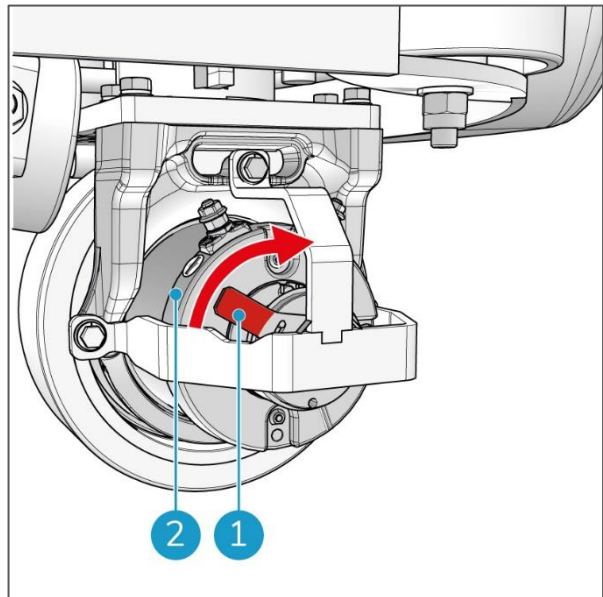

Figura 8
El freno electromagnético (Figura 8, pos. 2) está integrado en la rueda delantera. Mantiene la i-drive® en modo de freno cuando está en modo "OFF" o en modo "ON", pero permanece estática (cuando el pie no está en el pedal del acelerador).
Si necesitas mover la i-drive, empuja la palanca roja (Figura 8, pos. 1) hacia adelante para desbloquear el freno. Consulta también la sección 4.4.